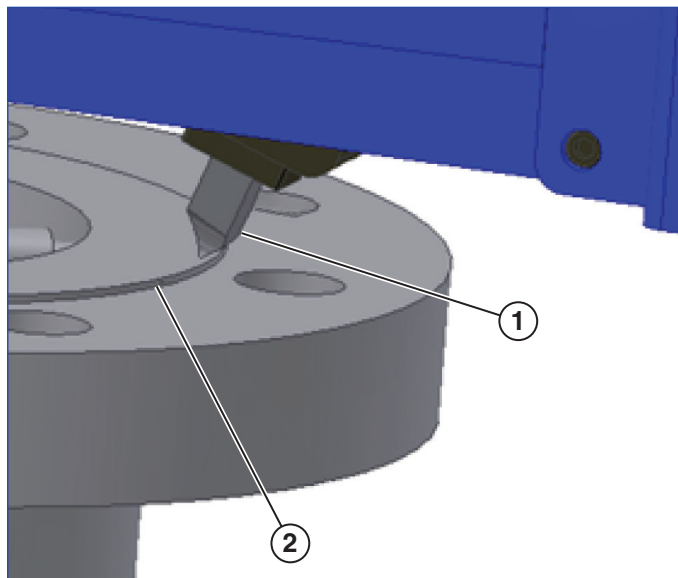

Figura 13
1. Usare la chiave a cricchetto per posizionare la placchetta dell'utensile appena sopra il diametro esterno della superficie che deve essere lavorata (vedere la Figura 13).